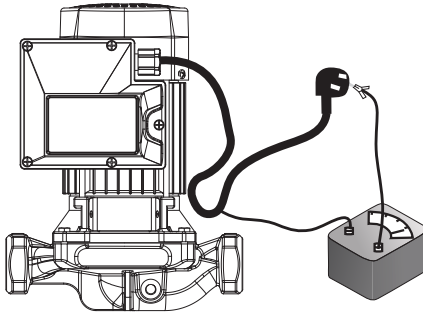

Рис. 1
- Перед установкой проверьте, не поврежден ли насос во время транспортировки и хранения, повреждены ли кабели или выводные провода, штекеры (если имеются), и не превышает ли сопротивление изоляции 50 МΩ (см. рис. 1).